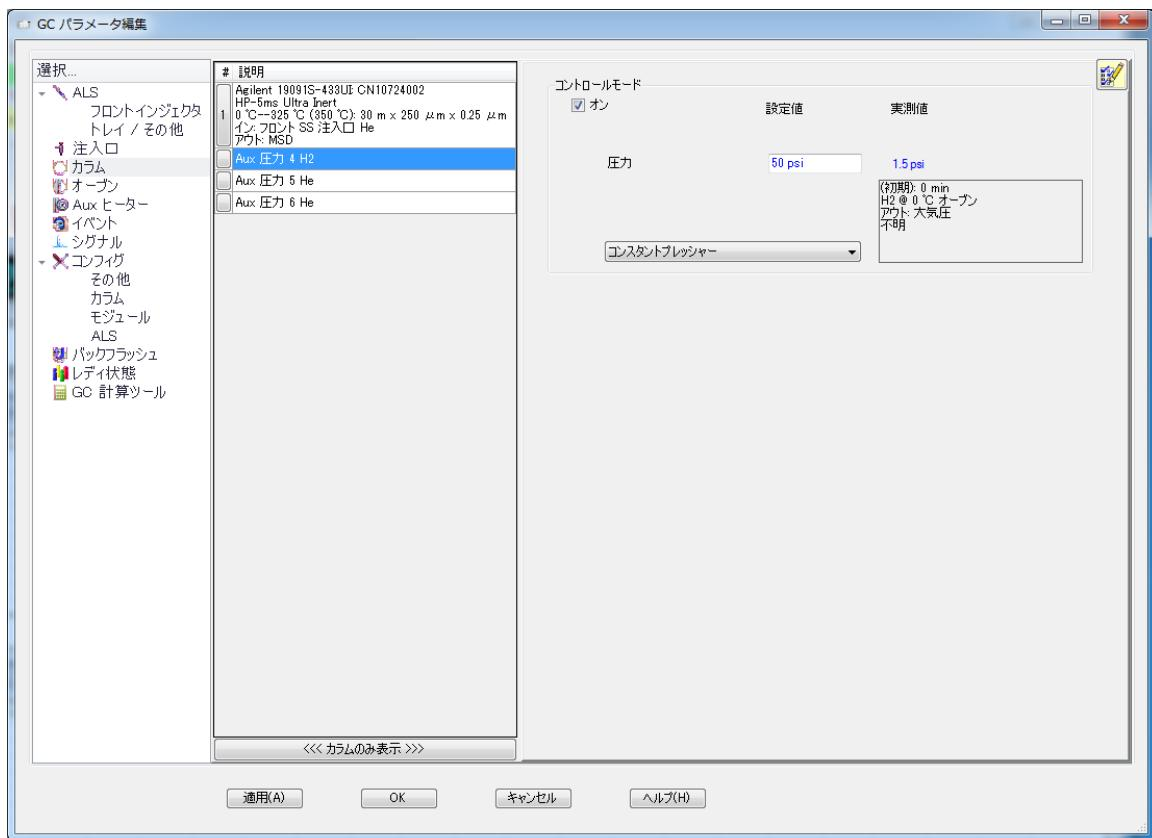

図 13 Self-Cleaning イオン源用ガス流量の設定
3 左側の [選択] エリアから、[Aux EPC 4 H2] を選択します。図 13 を参照してください。圧力をオンにし、[コンスタントプレッシャ] モードで 345 kPa (50 psi) に設定します。
- 3 左側の [選択] エリアから、[Aux EPC 4 H2] を選択し、圧力をオフにします (86 ページ図 13 を参照してください)。